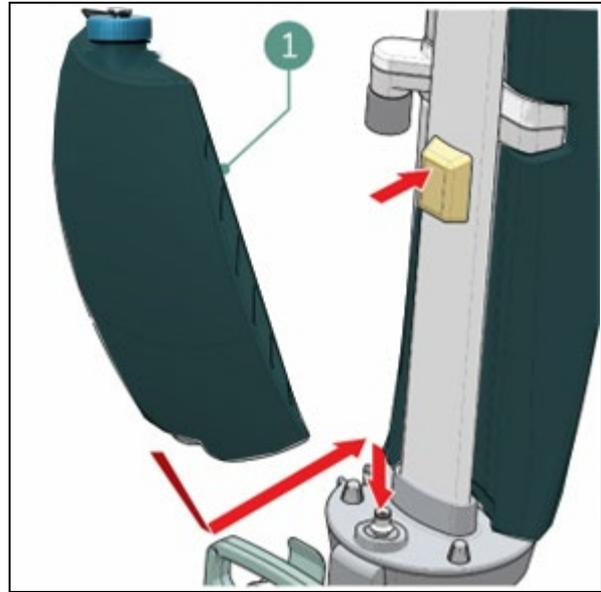

Figura 14
5. Colocar o depósito na i-mop® Lite com a válvula primeiro (Figura 14, pos 1).